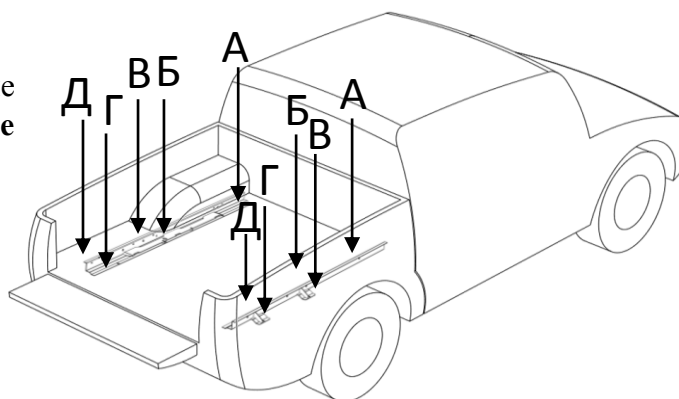

Рис.1
4. Задвинуть платформу по направляющим как показано на рисунке 2. При необходимости выровнять положение платформы относительно бортов и затянуть поочередно болты А, Б, В, Г и Д (рис.1), постепенно выдвигая платформу.